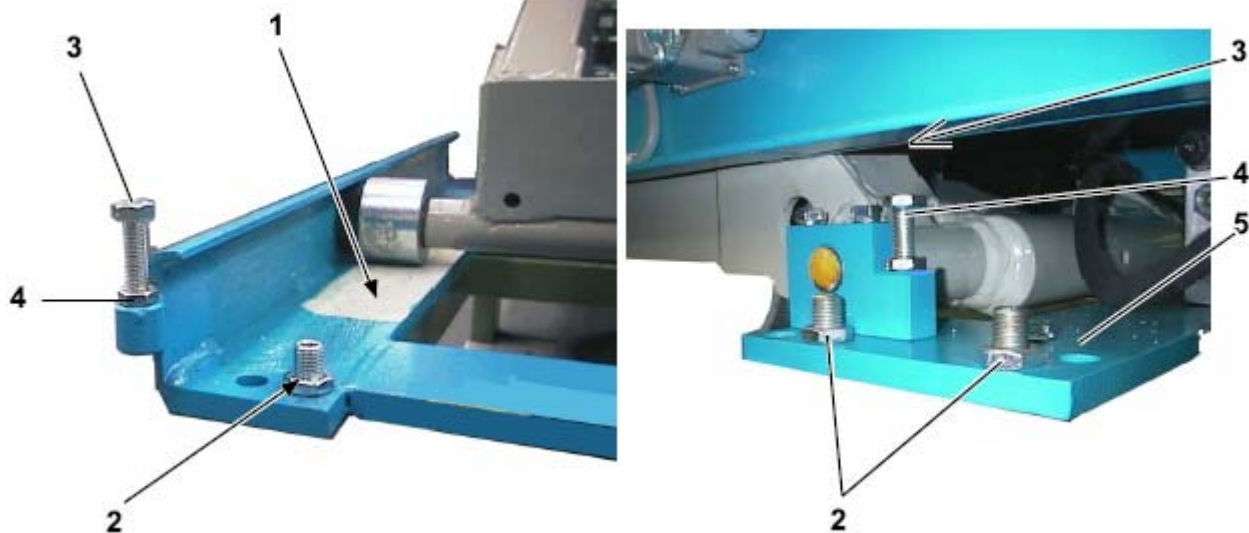

Рис. 32
- Проверьте выравненность оснований платформ, используя в качестве точек отсчета: поверхности скольжения валиков **1** (Рис. 32) и опоры для шатунного механизма **5**. При необходимости воспользуйтесь регулировочными винтами **2**. В данном случае основание подъемника должно полностью лежать на полу во избежание возможных его деформаций. Если необходимо, используйте клинья.
- Если необходимо подкрутите регулировочные болты 3 (Рис. 32). Затем зафиксируйте их в данном положении с помощью контргаек 4.